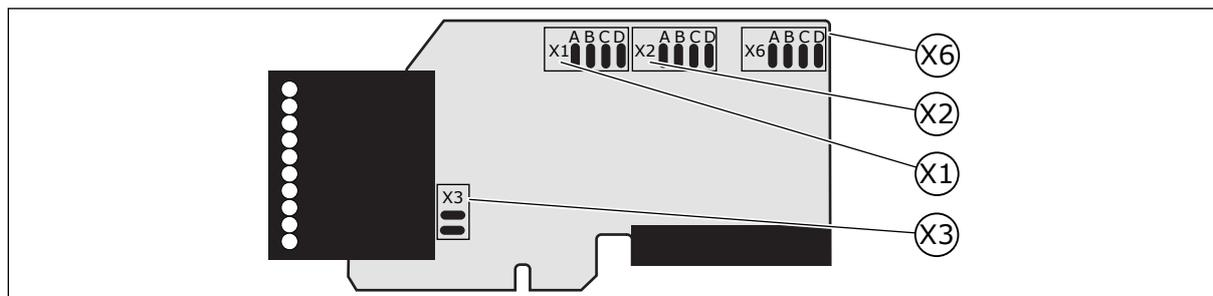

Fig. 26: Groupes de cavaliers sur OPTA1
*) Voir Fig. 26 Groupes de cavaliers sur OPTA1.
La carte de base A1 présente 4 groupes de cavaliers : X1, X2, X3 et X6. Chaque groupe de cavaliers contient 8 broches et 2 cavaliers. Observez les positions possibles des cavaliers à la Fig. 26.